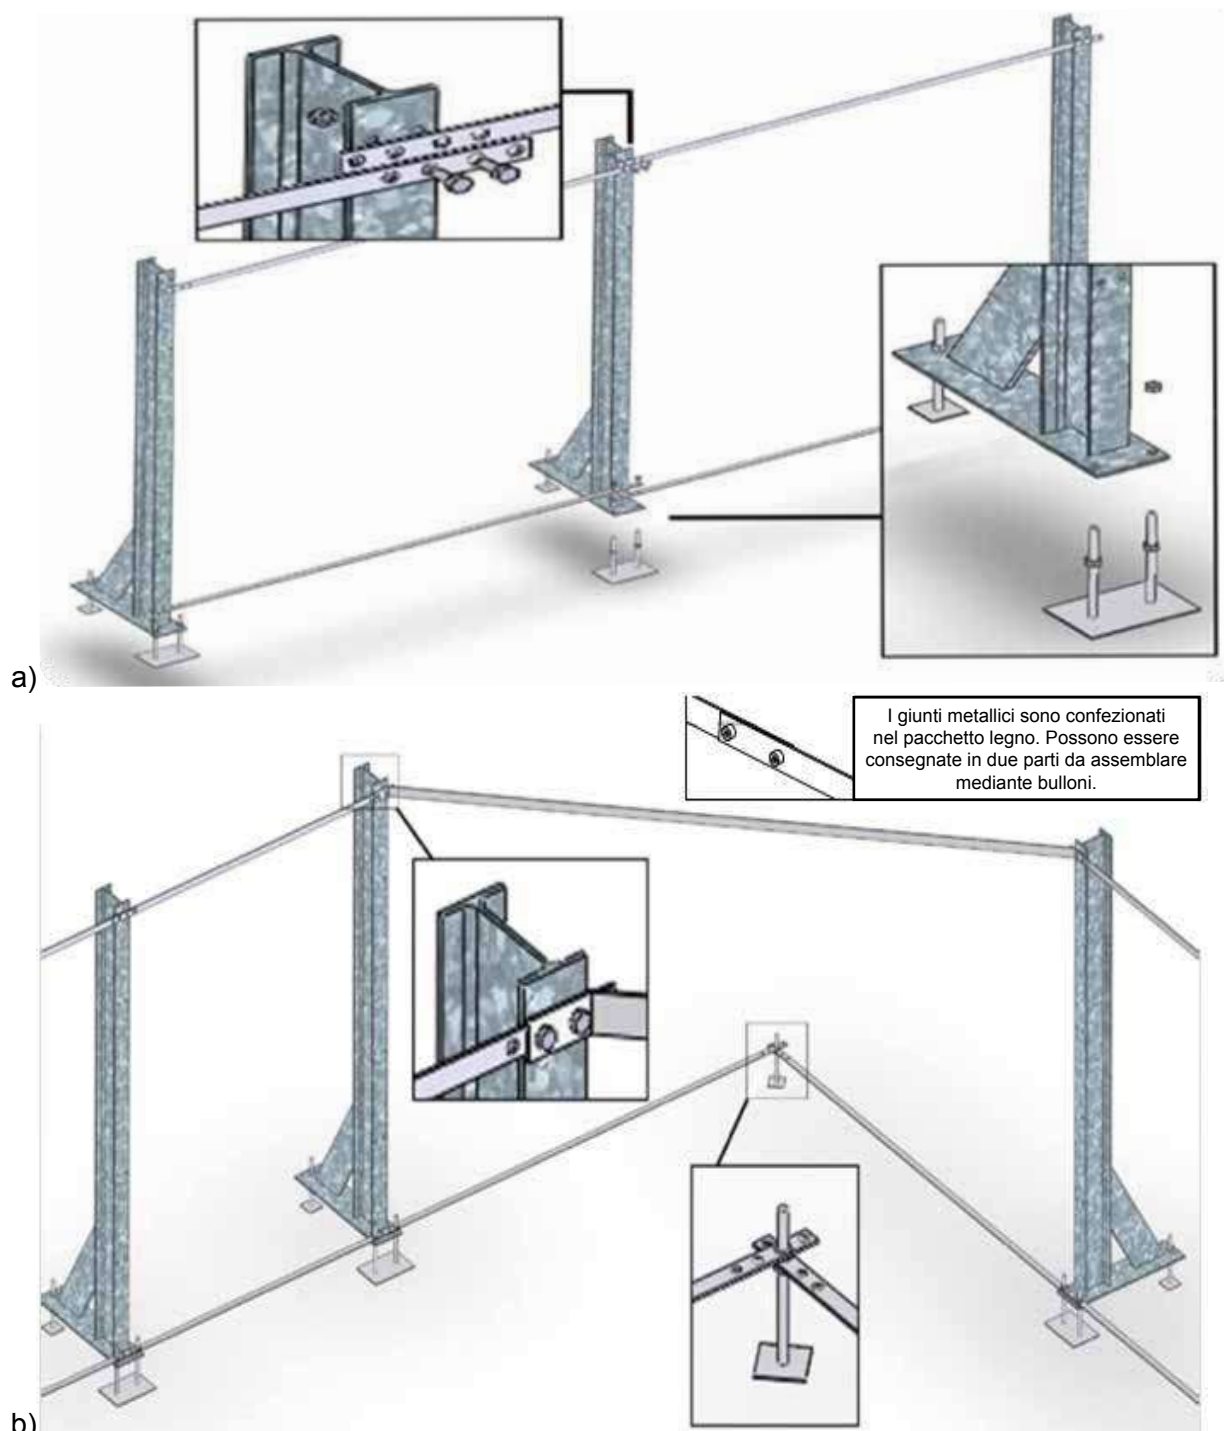

Figura 3 – a e b – Assemblaggio dei giunti sui pali di fondazione
La struttura metallica di rinforzo è costituita da pali tenuti tra loro da placche nella parte bassa e nella parte alta (*Figura 3*). Osservare come queste parti si sovrappongono per consentire il corretto posizionamento della struttura. I giunti alti saranno smontati una volta completata la colata della platea.
Installare i pali di fondazione in ciascuna delle 8 posizioni, dopo averle pre-attrezzate con martinetti (*Figura 3*). Utilizzare 8 cilindri doppi e 12 cilindri singoli e 56 dadi di diametro 10 mm (sacchetto A), i dadi superiori devono essere montati dopo aver regolato l'altezza dei dadi inferiori.
Questi pali sono collegati tra loro nella parte bassa da 12 piastre (B) da 1,6 m bloccate in 2 punti. Lo scarto tra ciascun palo è determinato da tali piastre: deve essere di 1,5 m. Nella parte alta, sono collegati da 4 piastre (B) da 1,6 m (identiche alle piastre di collegamento nella parte bassa) e da 4 piastre (C) da 2,253 m negli angoli (viteria del sacchetto X, cfr *Figura 3*).
Le piastre presentano quattro fori alle estremità. Nella parte bassa si utilizzeranno le forature esterne per fissarle, mentre nella parte alta si utilizzeranno le forature interne (*Figura 3*).